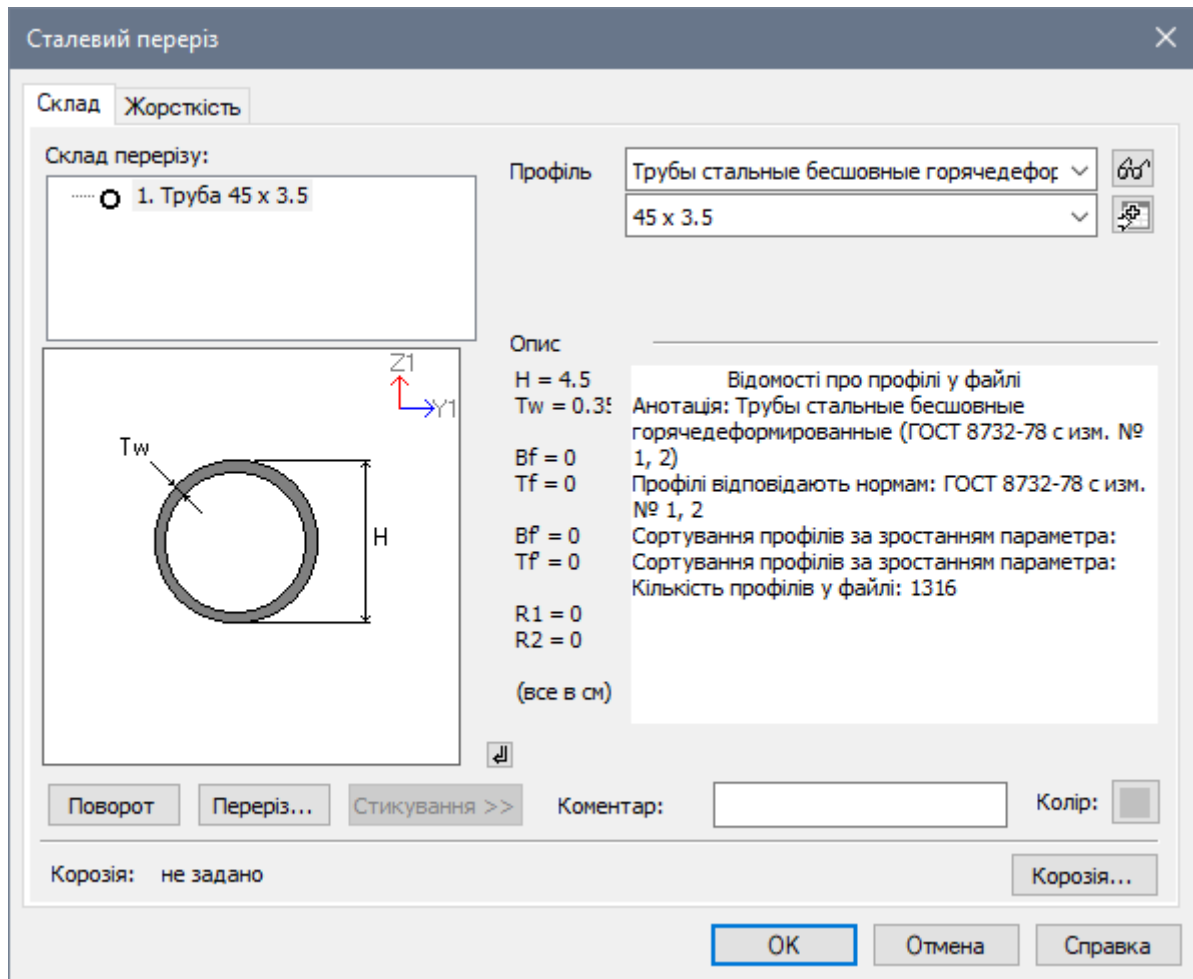

Рис. 5.10. Діалогове вікно Сталевий переріз
- В діалоговому вікні **Сталевий переріз** (рис. 5.10) задайте параметри перерізу **Труба** (для стійок):